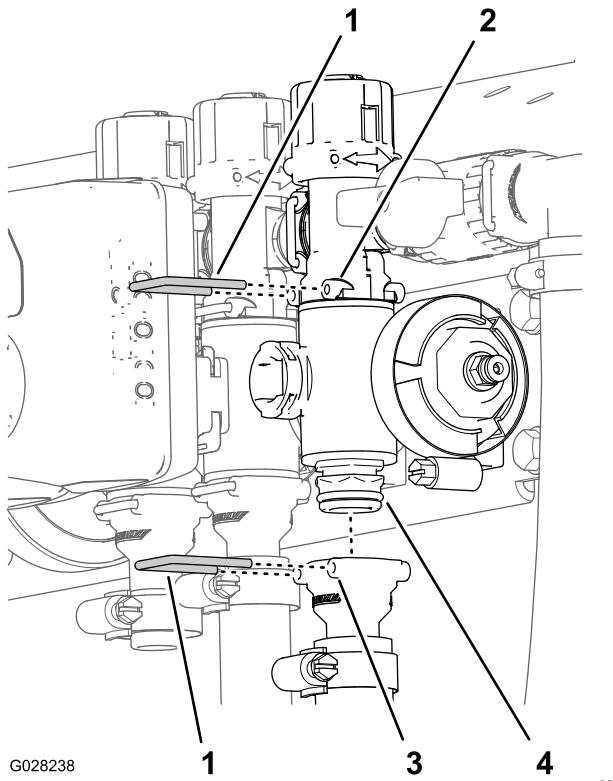

Figure 69
2. Retirez les étriers qui fixent le raccord de sortie au collecteur de vanne de section et le collecteur de vanne au raccord de dérivation (Figure 69).